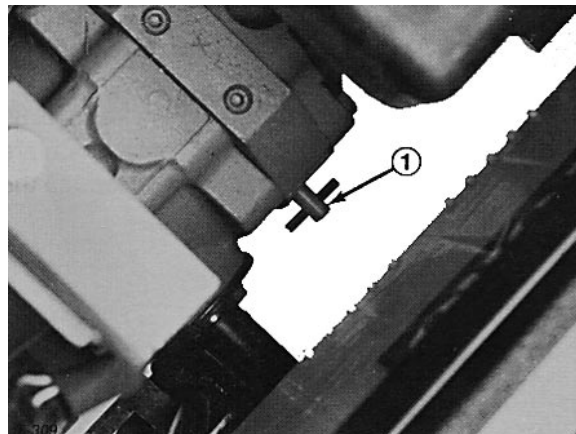

Fig. 14
1. Drei omløpsventilen under trekkenheten (fig. 14) $\frac{1}{2}$ til 1 omdreining mot urviserne. Ved å åpne ventilen åpner du en innvendig kanal i gearkassen som gearkasseoljen kan strømme gjennom. Fordi oljen omløpes kan trekkenheten flyttes uten at gearkassen skades.